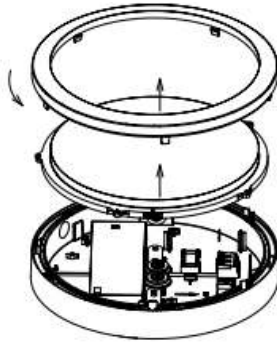

Рисунок 4- Установка светильника серии ДБО96
5.3 Снимите обечайку, вращая против часовой стрелки. Отделите обечайку и рассеиватель от корпуса (рисунок 4).